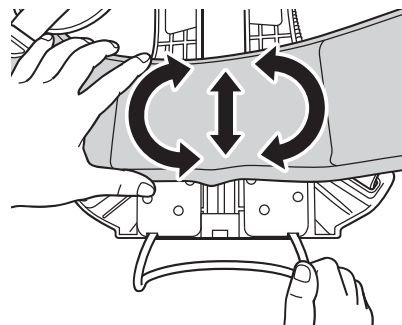

図 28 腰パッドの動きを確認する
3. 腰パッドが上下にスライド、左右に回転することを確認する。(図 28 参照)